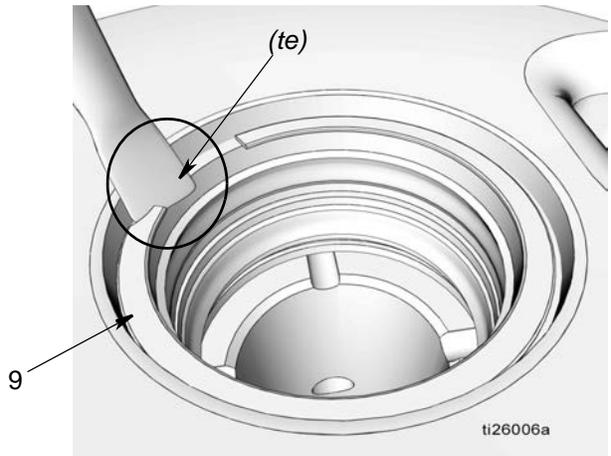
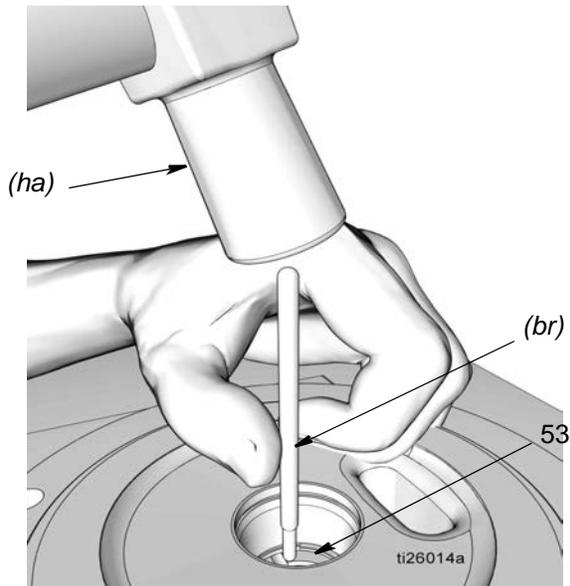

图 24
图 25
- a. 在固定环 (9) 的锥形缘 (*te*) 下转动小平螺丝刀的刃口，拆下环，如 图 24 所示。
- b. 拆下锥形垫片 (10)、密封 (11) 和垫片 (12)。
- c. 在固定环 (9) 的锥形缘 (*fe*) 下使用小平螺丝刀的刃口，拆下环，如 图 24 所示，拆下固定环。
- d. 卸下垫片 (12)、密封 (11) 和垫片 (12)。
- 请勿拆下最后的固定环 (51)。**
20. 使用软铜杆 (*br*) 和锤子轻敲泵元件衬套 (53)，使其从泵底座 (1) 中脱离 (图 25)。